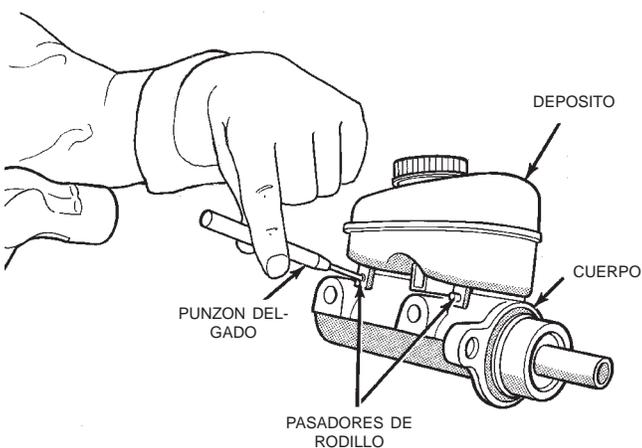

Fig. 41 Pasadores de retención del depósito
(1) Retire el tapón del depósito y vacíe el líquido dentro de un recipiente de drenaje.
(2) Retire los pasadores que sujetan el depósito al cilindro maestro. Utilice un martillo y un punzón delgado para retirar los pasadores (Fig. 41).